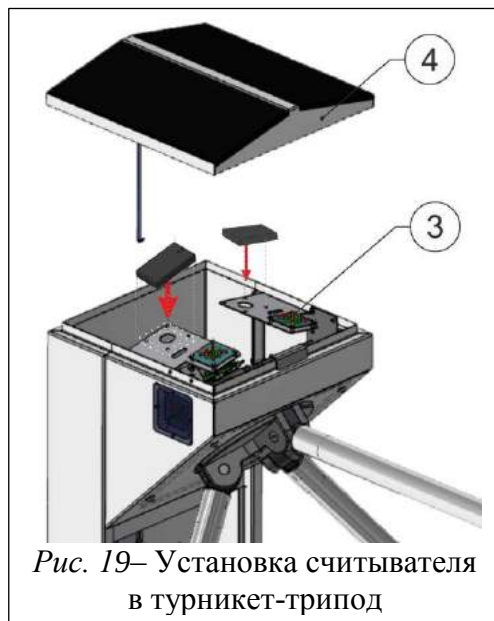

Рис. 19– Установка считывателя в турникет-трипод
- В турникетах «CENTURION-M», «TWIX-M», «SKULL-M» и «BASTION-M» считыватели устанавливаются на специальный, регулируемый по высоте кронштейн, который расположен под крышкой 4 рядом с световым табло индикации 3 (Рис.19).